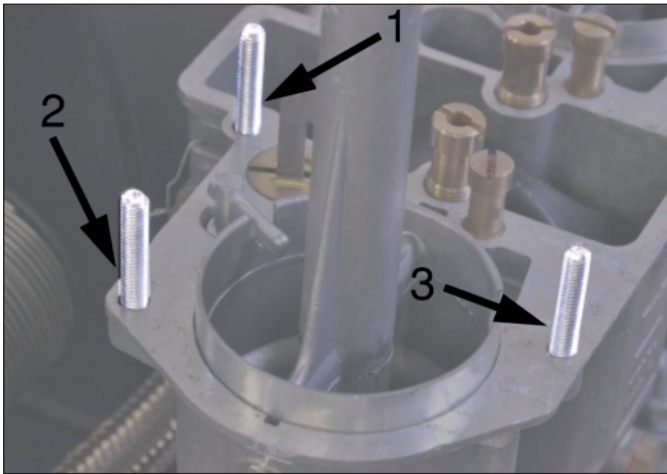

Fig. 5
- Three of the original screws/bolts need to be removed from the carb housing as shown in Figure 5.
- Drehen Sie die Original Schrauben/Stifte 1, 2+3 des Vergaserdeckels, wie in Fig.5 zu sehen heraus und ersetzen Sie diese durch die im Set enthaltenen Gewindestifte M5x30. Verwenden Sie für die Montage der neuen Gewindestifte ein wenig Schraubensicherungsmittel.